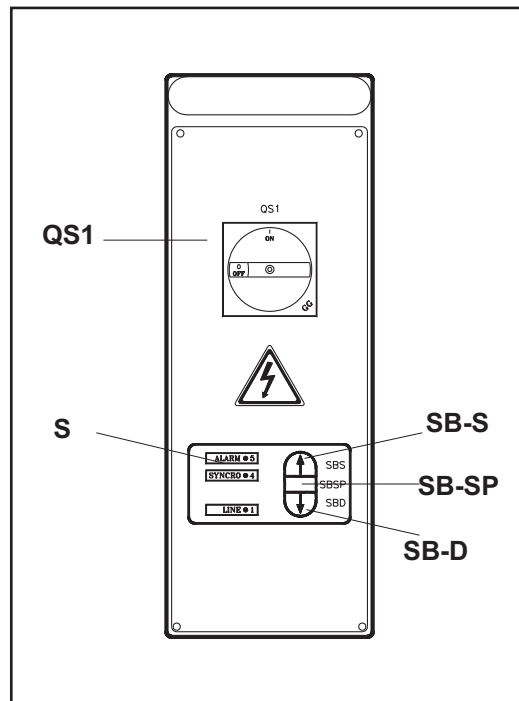

Fig.53 - Abb.53
- 3) Close the electric panel, set the master switch (ref "QS1" in fig.53) to position 1, then press the LIFT button (ref.SB-S in Fig.53); if the carriages descend, invert 2 of the power lines .
3) Refermer la porte du coffret électrique, tourner l'interrupteur (IG, fig. 53) sur la position 1 et actionner le poussoir de montée (rep. PI, fig. 53). En cas de descente des chariots, inverser deux des fils de l'alimentation électrique.
3 - Den Deckel der Schalttafel schließen, den Hauptschalter (QS1, Abb. 53) auf 1 stellen, den Aufstiegsdruckknopf (Vgl. SB-S, Abb. 53) betätigen und -falls die Schlitten absteigen sollten- die beiden Speisephasen umkehren.
3) Cerrar la puertecita del cuadro eléctrico, poner el interruptor general (QS1, Fig. 53) en la posición 1, pulsar el botón de subida (ref. SB-S, Fig. 53) y, en caso de que los carros bajasen, invertir las 2 fases de alimentación.
I comandi del sollevatore sono i seguenti (fig.53):
The lift commands include (fig.53) :
Les commandes de l'élévateur comprennent (fig.53) :
Die Hebebühne verfügt über folgende Steuerungen (abb.53) :
Los mandos del elevador son los siguientes (fig.53) :
Le segnalazioni, date dai led sul pannello (rif. S in fig.53) possono essere le seguenti:
A series of LEDs on the front panel (ref. S, Fig. 53) give the following indications: